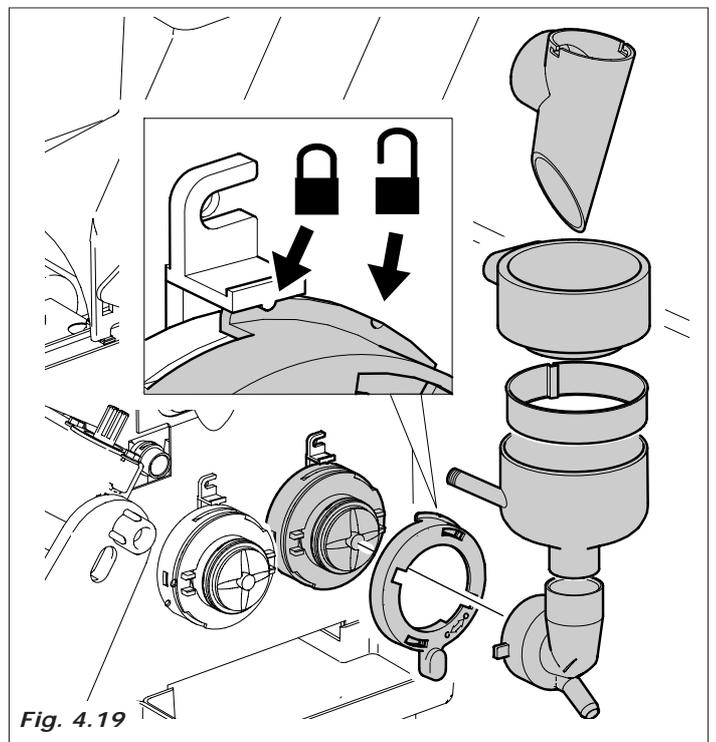

Fig. 4.19
- sumergir también en la solución, los embudos de agua, la cámara de mezcla, las aspas de las batidoras y los tubos de silicona (Fig.4.19)